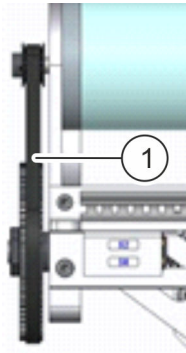

Abb. 19: Zahnriemen tauschen
3. ▶ Alten Zahnriemen (Abb. 19/1) abnehmen.
4. ▶ Neuen Zahnriemen (Abb. 19/1) auflegen.